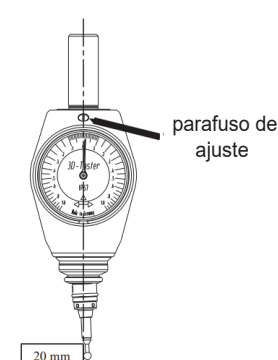

Fig. 8
- Ajuste pela "metade da diferença" usando o parafuso de ajuste e conclua a calibração (Fig. 8)